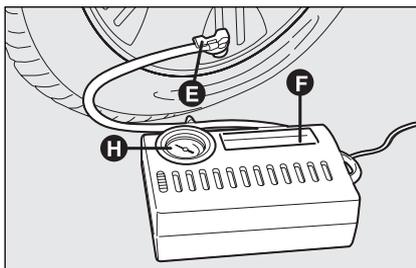
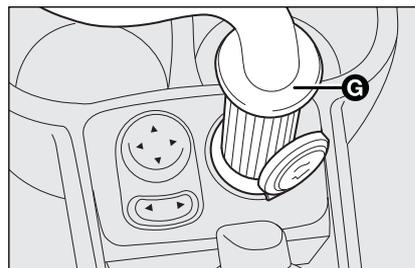

fig. 18
fig. 19
- ❑ innestare quindi bloccare con l'apposita levetta **E-fig. 18** il tubo flessibile del compressore d'aria **F** alla valvola del pneumatico;
- ❑ avviare il motore, inserire la spina **G-fig. 19** nella presa di corrente da 12V ubicata sul tunnel centrale e gonfiare il pneumatico al corretto valore di pressione. Si consiglia di verificare il valore della pressione del pneumatico sul manometro **H-fig. 18** con il compressore spento, al fine di ottenere una lettura più precisa;